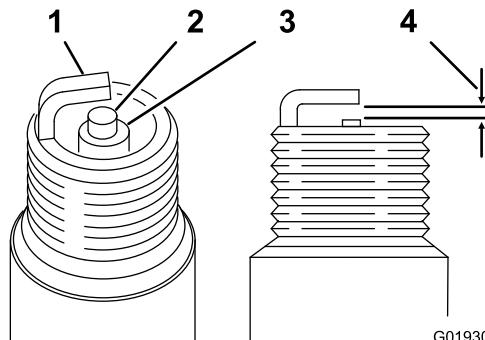

図 34
3. 図34のように、エアギャップを0.6-0.7mmに調整する。点火プラグをエンジンに取りつけ、 $23N\cdot m$   $2.35kg\cdot m$  = 17ft-lbにトルク締めする。